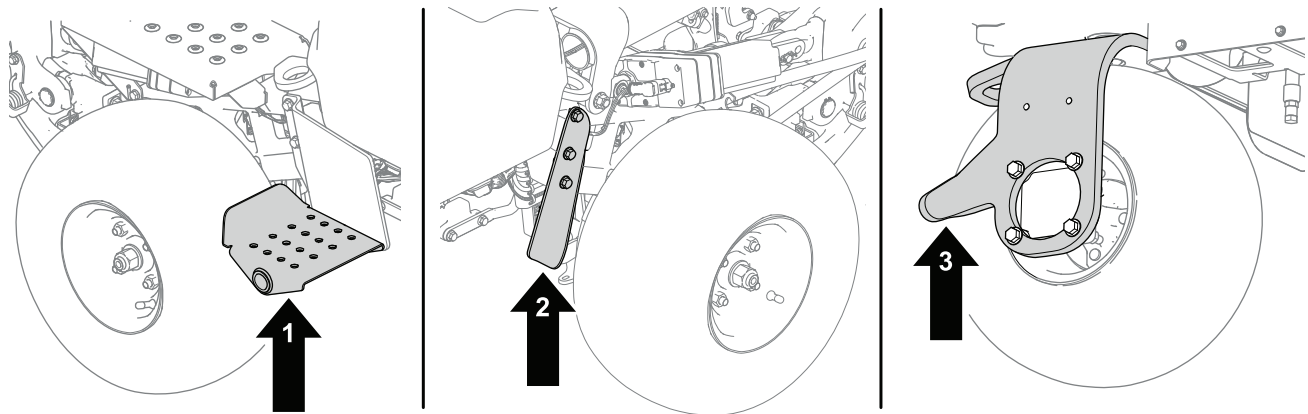

図 35
1. ジャッキアップポイントの下にジャッキを置く 図 35。